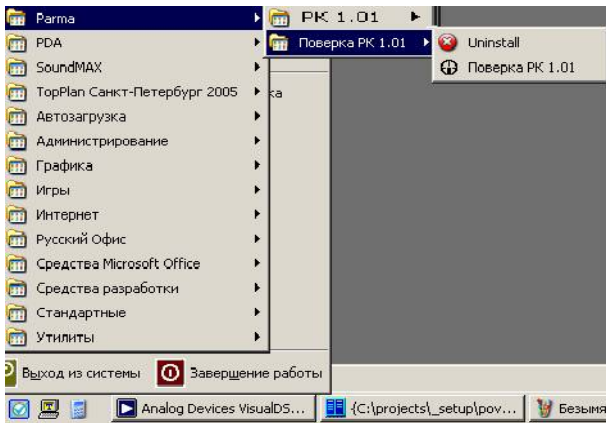

Рисунок 40
7.6 Программа установки добавит значки для запуска ПО «Мастер поверки РК1.01» из меню программ. По умолчанию создается каталог с именем «Поверка РК1.01» (рисунок 40).